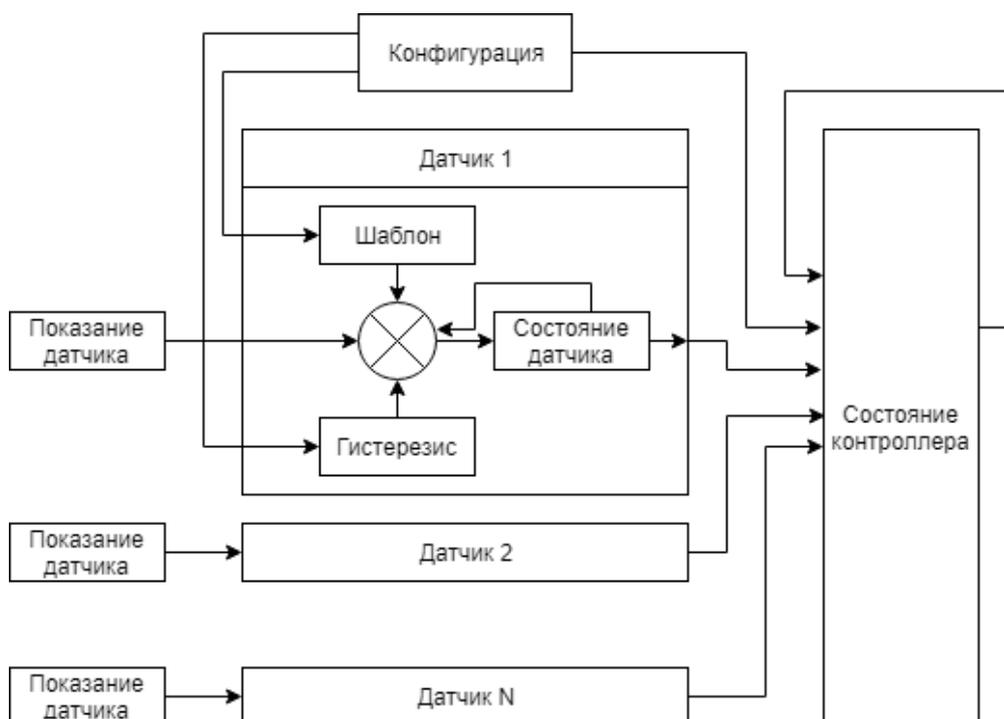

Рис. 7.1 - Диаграмма функционирования ПО
**7.1.1.** Показания, получаемые от датчиков и устройств, являются бинарными состояниями (0, 1) для дискретных датчиков либо цифровыми показаниями для аналоговых датчиков, датчиков 1-wire и цифровых устройств (например, 10,5 мА, или 12,1 В, или 1234,6 кВт·ч). ПО Контроллера анализирует состояние датчиков и устройств в соответствии с Рис. 7.1.